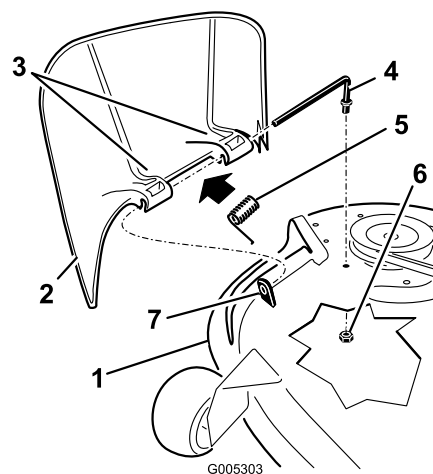

Figure 46
- Repérez les éléments illustrés dans la Figure 46.
- Retirez l'écrou (3/8 pouce) de la tige, sous le plateau de coupe (Figure 46).
- Sortez la tige de la courte cheville de positionnement, du ressort et du déflecteur d'herbe (Figure 46). Enlevez le déflecteur s'il est endommagé ou usé.
- Remettez en place le déflecteur d'herbe (Figure 46)
- Placez le ressort sur la tige, les fils d'extrémité dirigés vers le bas, entre les supports du déflecteur d'herbe. Insérez la tige dans le deuxième support du déflecteur d'herbe (Figure 46).
- Insérez la tige à l'avant du déflecteur dans la courte cheville de positionnement sur le plateau. Fixez l'extrémité arrière de la tige dans le plateau de coupe à l'aide d'un écrou (3/8 pouce) (Figure 46).